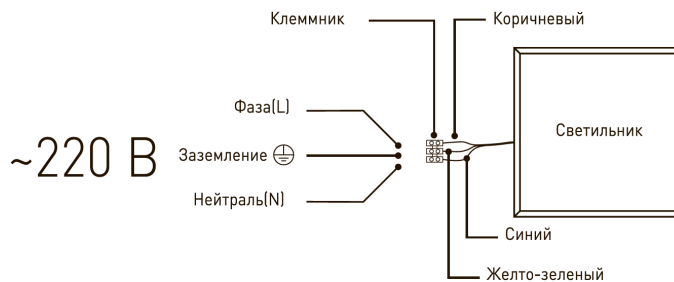

Рис.1. Схема подключения светильника к сети 220В.
3.3.2. Этот провод необходимо подключить к проводу источника питания с помощью внешнего клеммника в соответствии со схемой, изображенной на рис.1;